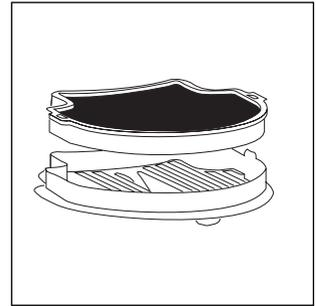

Abb. 20
- Den hinteren Filter herausziehen (Abb. 20).